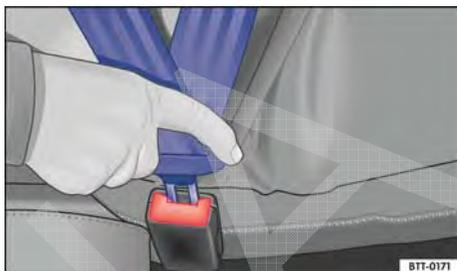

Fig. 9 Introduzir a lingueta do cinto de segurança no fecho do cinto de segurança.
- Introduzir a lingueta do cinto de segurança firmemente no fecho do cinto de segurança perpendicular ao assento → Fig. 9.